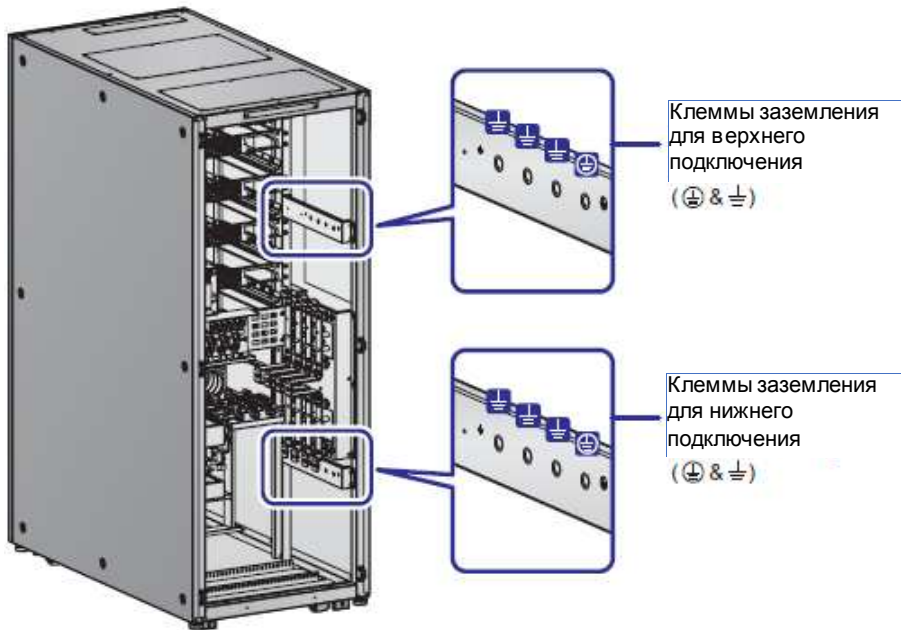

Рисунок 5-13: Клеммы заземления
- Клемма заземления ИБП (\oplus) должна быть заземлена. Для проводки используйте наконечники кольцевого типа. Для определения расположения клемм заземления ИБП (\oplus) см. **Рисунок 5-13**.
2. При подключении к одной линии питания ИБП не будет работать надлежащим образом, если нейтраль (N) главного источника переменного тока не будет надежно подключена к клемме нейтрали (N) на входе ИБП.